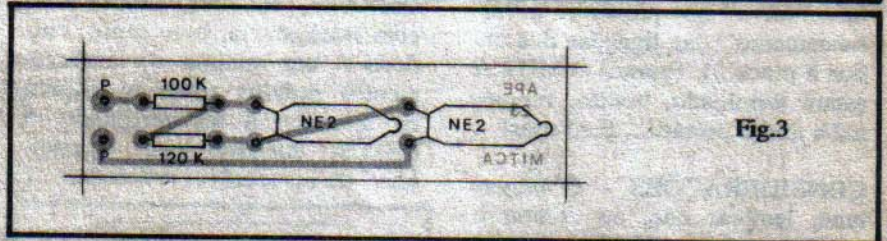
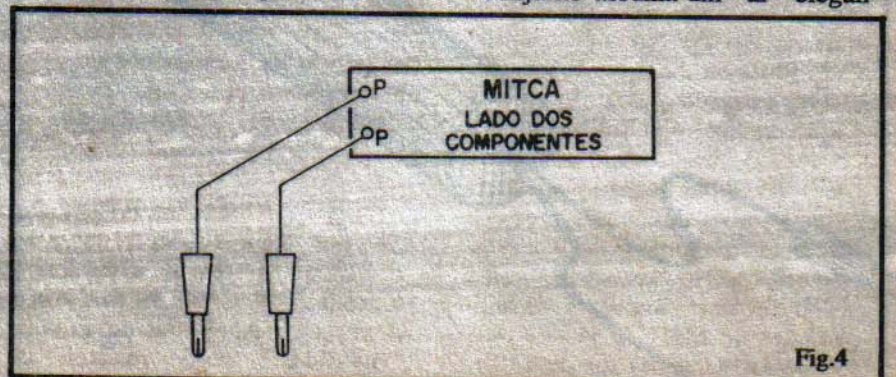

Fig.3
Fig.4
- FIG. 4 - Conexões externas à placa. São apenas duas, feitas aos pontos "P-P" (ver também a fig. 3) e correspondentes aos fios das pontas de teste. Para que o manuseio fique prático, esses fios não devem ser muito curtos, nem longos demais. Um tamanho em torno de 50 cm. nos parece ideal. Às extremidades livres dos fios devem ser soldadas as pontas de prova isoladas (devem ter plástico, borracha ou baquelite, nas re-
- FIG. 3 - Diagrama da montagem, propriamente, com os componentes já posicionados (sobre o lado não cobreado da plaquinha), no que convencionamos chamar, aqui em APE, de "chapeado"... Não há o que errar! Quem ainda (AINDA???) não estiver muito prático na leitura dos valores dos resistores, poderá sempre recorrer ao TABELÃO APE (no começo de toda Revista, lá junto às INSTRUÇÕES GERAIS PARA AS MONTAGENS...). O importante, para manter a compacidade do conjunto, é posicionar os resistores bem rentes ("deitados") à superfície da placa, devendo o Leitor notar ainda que as duas lâmpadas de Neon também são mon-